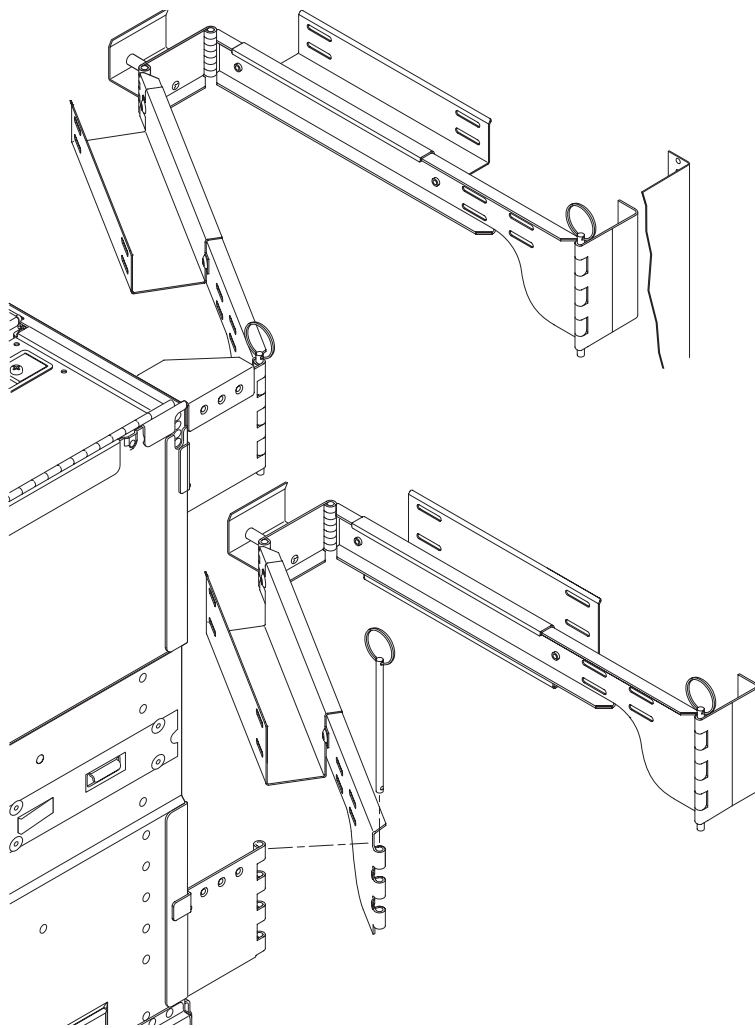

图 1-16 安装上部和下部电缆臂
8. 将 I/O 电缆臂重新连接至上部转轴支架，并装回铰链销以将其固定（图 1-16）。
9. 将电缆臂重新连接至下部转轴支架，并装回铰链销以将其固定（图 1-16）。